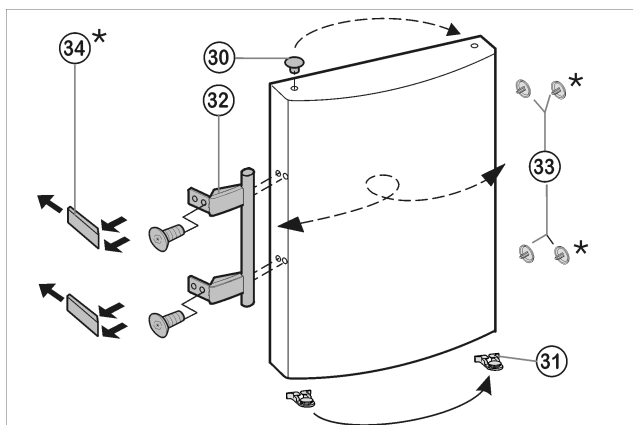

Fig. 7
- ▶ Wyciągnąć wkładkę Fig. 7 (33) z zawiasu drzwi i przełożyć na drugą stronę.
- ▶ Zdemontować uchwyt drzwi Fig. 7 (32), zatyczki Fig. 7 (33) oraz płytki dociskowe* Fig. 7 (34) i przełożyć je na przeciwną stronę.